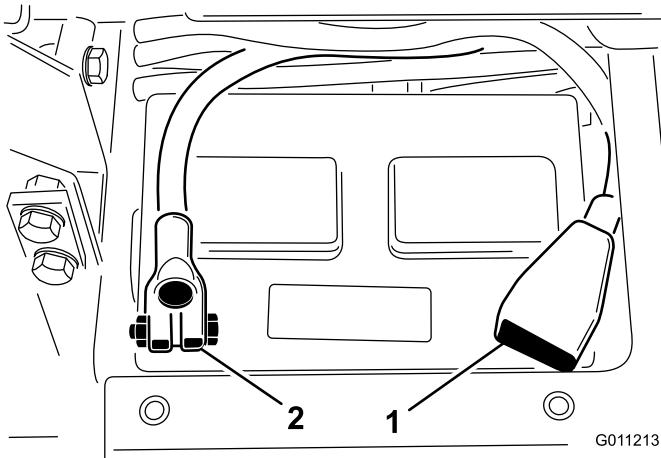

Figura 5
- Instale o cabo positivo (vermelho) no terminal positivo (+) e o cabo negativo (negro) no terminal negativo (-) da bateria e fixe-os com os parafusos e as porcas (Figura 5). Certifique-se de que o terminal positivo (+) se encontra correctamente colocado no pólo e de que o cabo se encontra correctamente encaixado na bateria. O cabo não deverá estar em contacto com a cobertura da bateria.